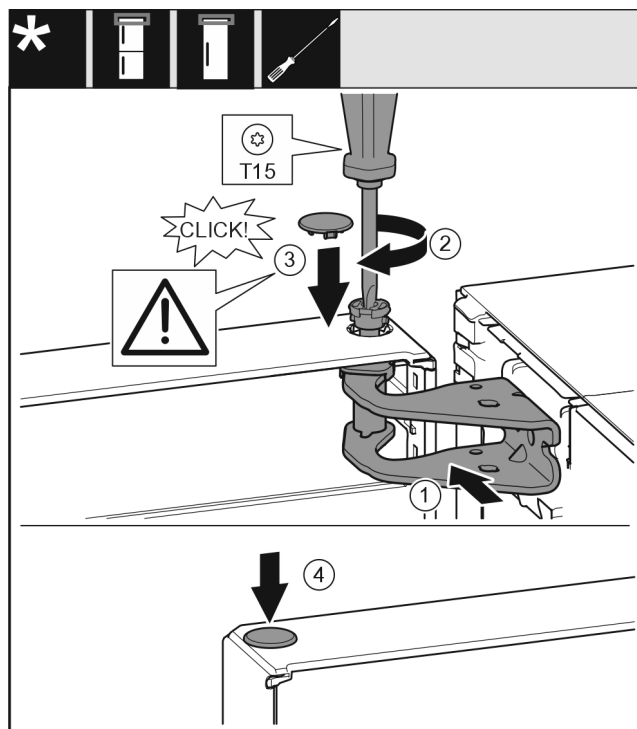

Fig. 21
- ▶ Выверните дверь вверху по отверстию в опорном кронштейне. Fig. 21 (1)
- ▶ Вставьте палец Fig. 21 (2) и затяните отверткой.
- ▶ Установите предохранительную крышку Fig. 21 (3) для защиты двери: вставьте предохранительную крышку и проверьте, прилегает ли она к двери. В ином случае вставьте палец полностью.
- ▶ Вставьте заглушку Fig. 21 (4).